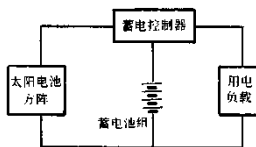

图 3-60 太阳能电池发电系统方框图
(1) 太阳能电池光伏电源的组成：太阳能电池光伏电源系统主要由太阳能电池方阵、蓄电池组及控制器所组成，如图 3-60 所示。